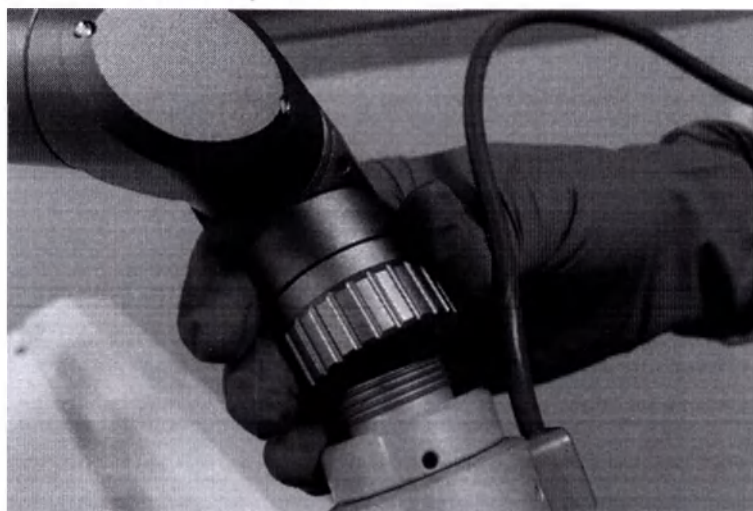

Рис.8.14 – Подсоединение манипулы с перестраиваемым фокусом
8.1.5.2. Подсоедините манипулу с перестраиваемым фокусом к шарнирному манипулятору и закрутите гайку на корпусе манипулы с перестраиваемым фокусом до упора по часовой стрелке, как показано на рис.8.14.